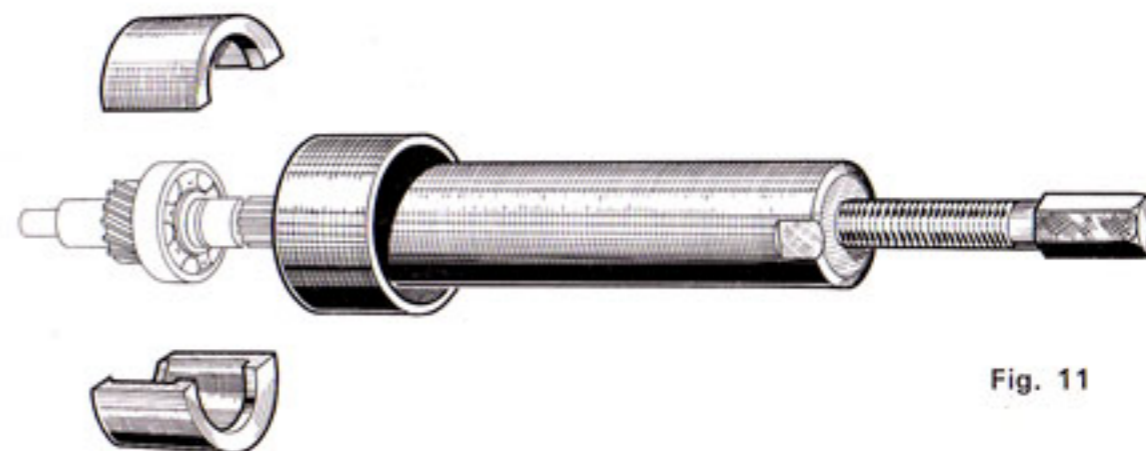

Fig. 11
- Extraire les roulements 20134 (arbre primaire) et 20135 (arbre secondaire côté $\frac{1}{2}$ carter poulie) Extracteur $\frac{\text{MB-1431}}{\text{VAR-142/42 L}}$ coquille 42 mm. Fig. 11.